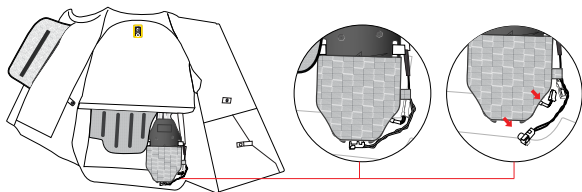

図12
2. インフレーターハウジング（4）にアクセスし、バッテリーコネクター（6）とインフレータースクイブコネクター（5）を外します（図12）。